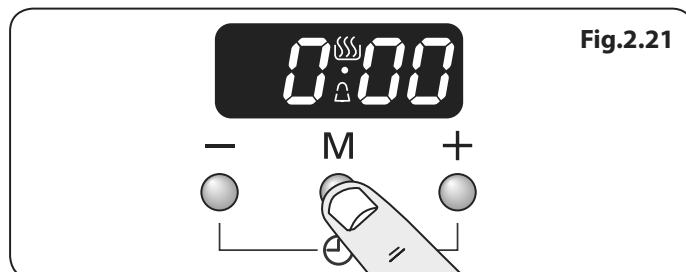
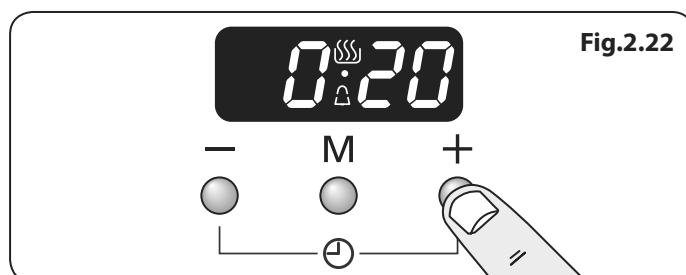

Fig.2.21
Fig.2.22
1. Appuyer sur le bouton mode [M] une fois (Fig.2.21). Le symbole de la cloche [🔔] clignotera sur l'écran. Sélectionner le compte à rebours souhaité entre 00.01 h et 23.59 h à l'aide du bouton [+] (Fig.2.22). Le compte à rebours débutera automatiquement et le symbole [🔔] s'affichera à l'écran.